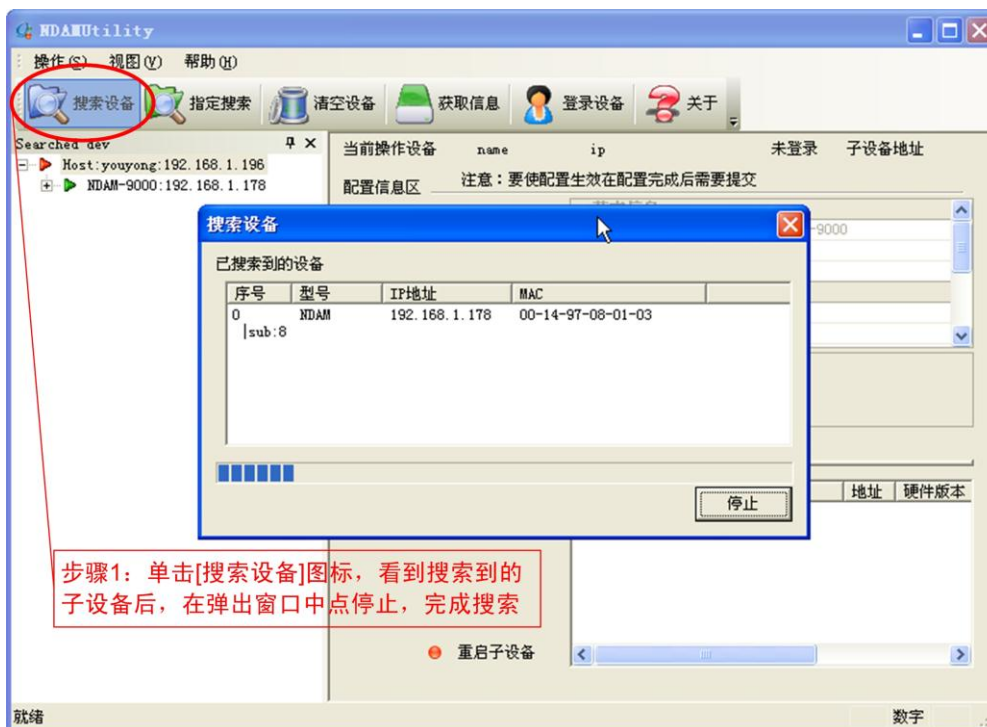

图 3.3 搜索设备
- 1) 点击界面左上角的**搜索设备**按钮（如图 3.3 所示），搜索网络上的 NDAM 设备。图中信息显示，已经搜索到一个 NDAM 通讯主站，IP 地址为：192.168.1.178，1 个 NDAM 数据采集设备，ID 地址为 8；此时可点击**停止**按钮，完成搜索。